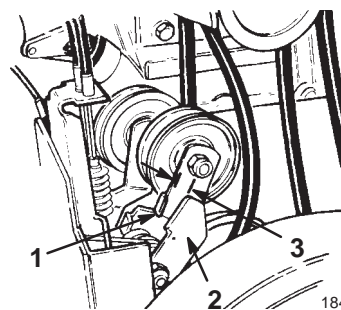

Figure 30
**Remarque :** Lorsque le levier est relâché, la patte sur le bras de poulie de tension et le bras de frein doivent être distants d'au moins 3 mm (Fig. 30).